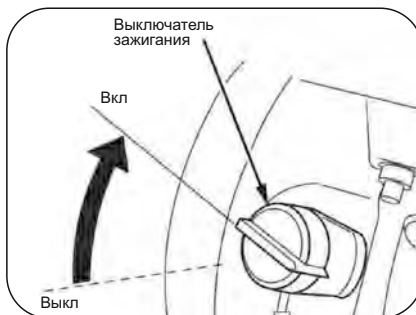

Рис. 13
- Проверните выключатель зажигания в положение «ВКЛ» (рис. 13)